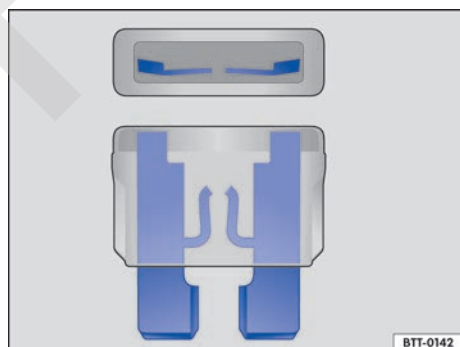

Fig. 147 Fusible fundido.
- Un fusible fundido se reconoce por la tira de metal fundida → fig. 147.